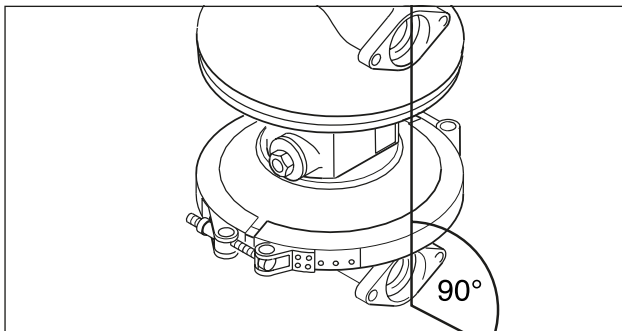
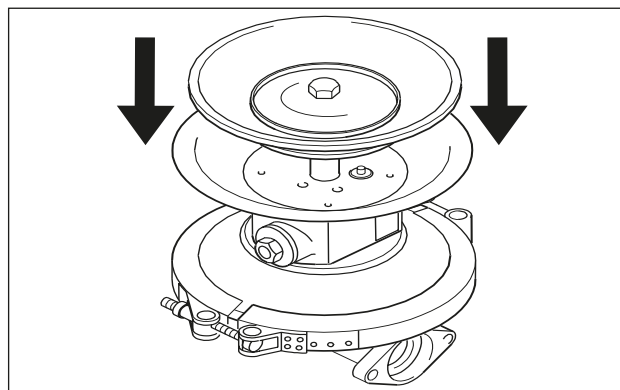

Fig. 17: Allineamento delle camere
Fig. 16: Montaggio della seconda camera
- Assemblaggio della camera pompa: Montaggio del diaframma, fissaggio mediante serraggio del disco esterno del diaframma come illustrato al capitolo 9.4 "Coppie di serraggio". Le camere pompa devono generalmente essere montate con diaframma in posizione aspirazione (spingere il disco del diaframma nella camera d'aria) (Fig. 16). Serrare a fondo l'espansore o la flangia di montaggio. Montare in modo analogo il secondo diaframma. Le superfici della flangia della scatola della pompa devono essere allineate (Fig. 17).